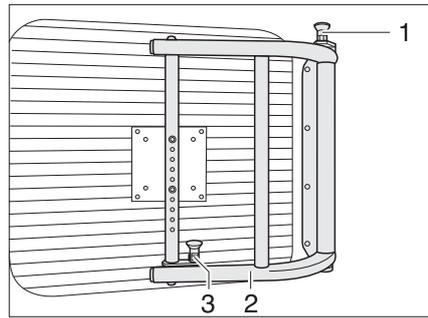

Bild 63 Schwenkarm für Flachbildschirm
- Entriegelungsknöpfe (Bild 63,1 und 3) nach oben ziehen, um den Schwenkarm zu entriegeln.
- Flachbildschirm mit der Halterung (Bild 63,2) in die gewünschte Position schwenken.